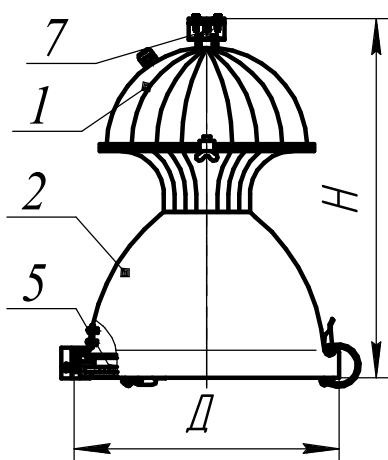

Рисунок 4
6.5 Светильник модификаций: 732 (Рисунок 4)